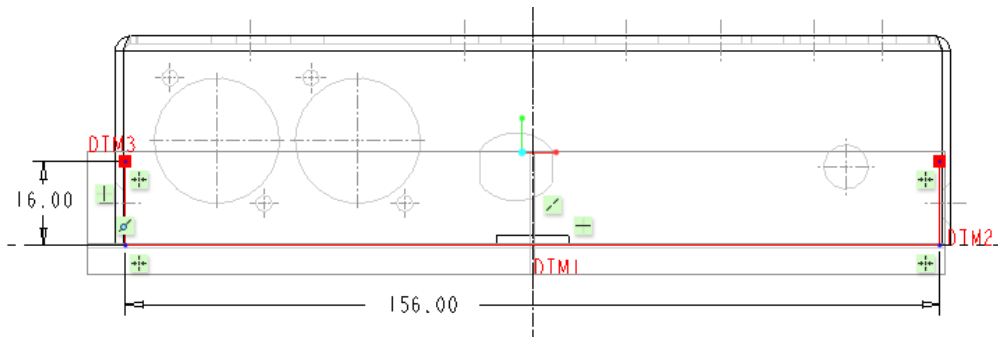

图 7-42 绘制图形
(1) 单击 (拉伸) 按钮, 打开“拉伸”选项卡。
(2) 在“拉伸”选项卡中打开“放置”面板, 接着单击该面板中的“定义”按钮, 弹出“草绘”对话框。在模型树中选择该钣金件的 DTM3 基准平面定义草绘平面, 默认以 DTM1 基准平面为“右”方向参考, 单击“草绘”对话框的“草绘”按钮, 进入草绘器。
(3) 在“图形”工具栏中单击“显示样式”图标并从打开的“显示样式”列表中单击 (隐藏线) 按钮, 以临时启用“隐藏线”显示样式, 使在绘制过程中可以清楚地看到另一零件的轮廓线和隐藏线。绘制图 7-42 所示的图形, 单击 (确定) 按钮。